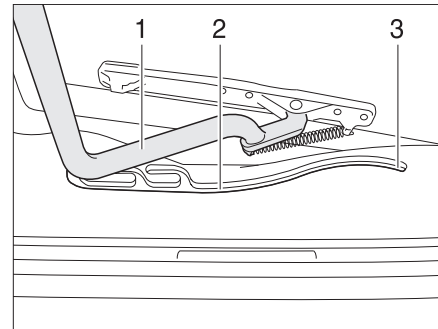

Bild 82 Heki-Dachhaube, Führung
- Den Bügel (Bild 82,1) in den Führungen (Bild 82,2) bis in die hinterste Position (Bild 82,3) ziehen.
- Den Bügel (Bild 82,1) mit beiden Händen leicht nach oben drücken.
- Den Bügel in den Führungen (Bild 82,2) bis zur gewünschten Stellung ziehen.